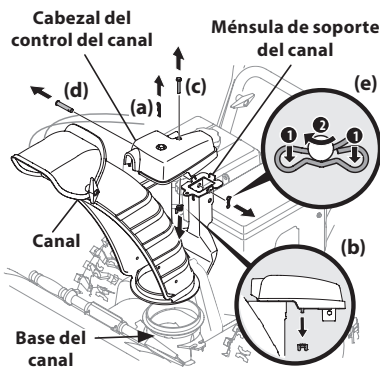

Figura 2-39
1. Retire el pasador de chaveta (a), la tuerca de mariposa (b) y el tornillo hexagonal (c) del cabezal de control del canal. Extraiga el pasador de horquilla (d) y el pasador de chaveta con unión curva (e) de la ménsula de soporte del canal. Consulte Figura 2-39.